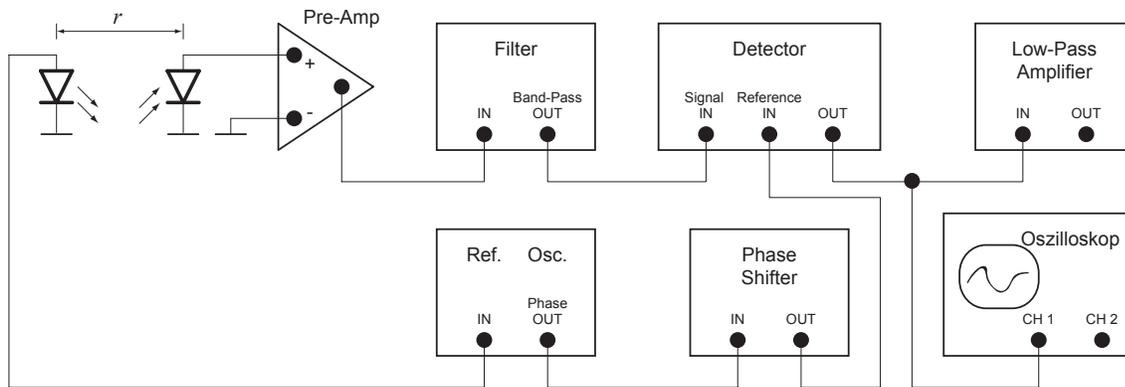

Abbildung 5.5: Photodetektor-Aufbau zu Aufgabe 7.
- Bauen Sie eine Photodetektorschaltung nach Abb. 5.5 auf. Modulieren Sie die Leuchtdiode (LED) mit einer Rechteckspannung und lassen Sie sie mit 50 Hz bis 500 Hz blinken. Das